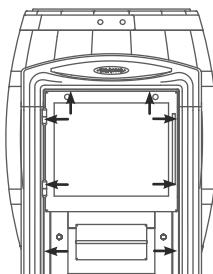

Рисунок 5. Место установки саморезов
1. открутить саморезы 8 шт., которыми прикрепляется дверца с рамкой к топливному каналу и снять ее; (см. рисунок 5)